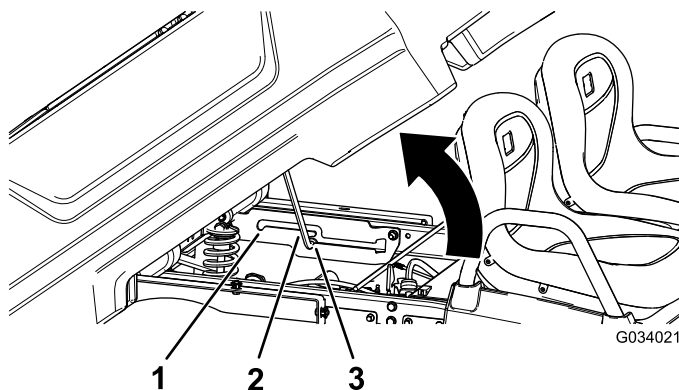

Figure 8
3. Placez la béquille de maintien dans le cran de verrouillage pour bloquer le plateau en position de déchargement (Figure 8).